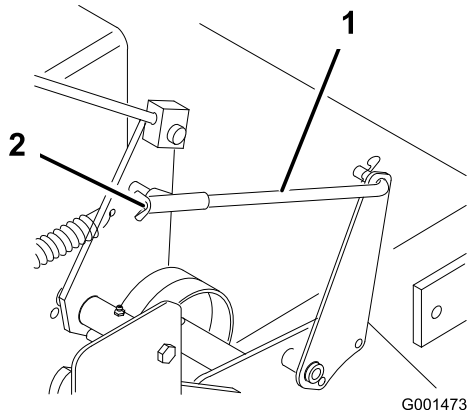

Figure 35
5. Pour régler le frein, tournez les écrous à oreilles sur les tiges de frein (Figure 35).